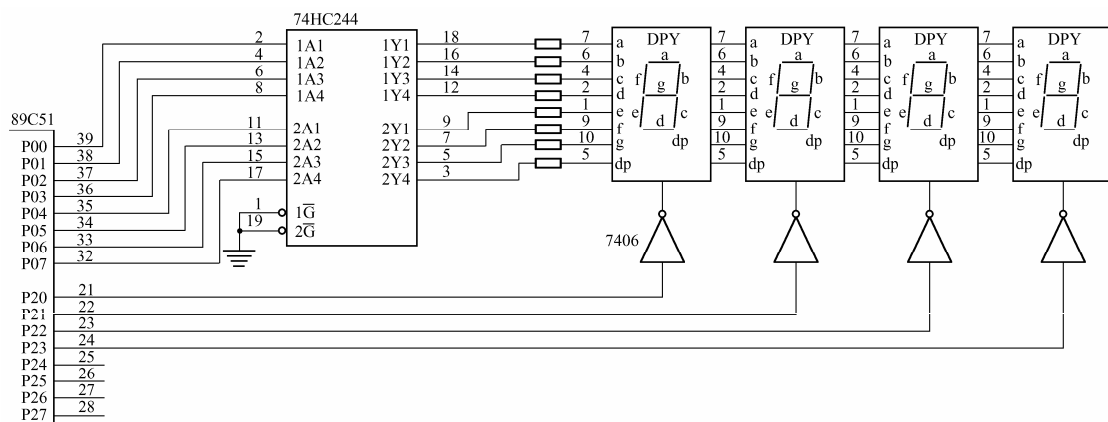

图 6.13 LED 数码管扫描驱动电路
(2) LED 数码管驱动电路。如图 6.13 所示电路是用 P0 口作字形码输出笔画信息，经 74HC244 驱动共阴 8 段 LED 数码管的阳极；P2.0~P2.3 经 7406 反向驱动 4 个 8 段 LED 数码管的阴极，作字位选择。单片机采用扫描的方法控制。